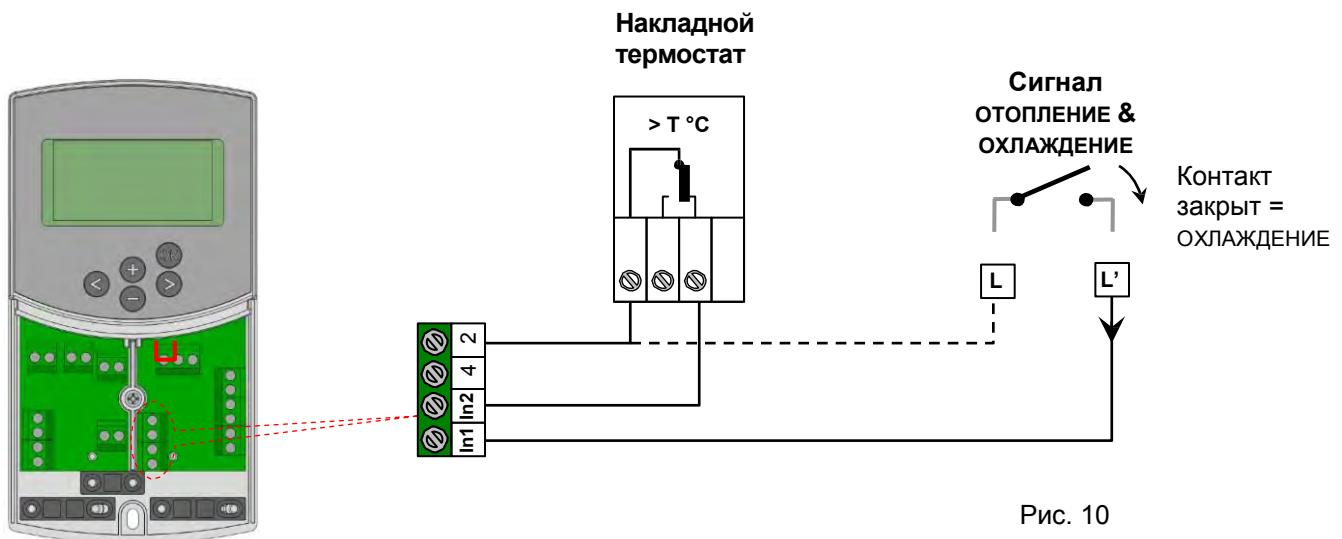

Рис. 10
Вход In1 может работать на прием внешнего переключающего сигнала «ОТОПЛЕНИЕ / ОХЛАЖДЕНИЕ», например от реверсивного теплового насоса (→ Рис.10).
2. Вход In1 можно использовать в системах с приоритетом ГВС. В данном случае насос работающий на отопление будет отключен для того, чтобы зарядки бойлера косвенного нагрева хватило для обеспечения потребностей ГВС. (→ Рис.10)
Вход In2 может работать на прием внешнего переключающего сигнала «ОТОПЛЕНИЕ / ОХЛАЖДЕНИЕ» например от реверсивного теплового насоса. (→ Рис.10)
Вход In1 может работать на прием сигнала от погружного термостата, подключенного к баку-аккумулятору. В режиме ОТОПЛЕНИЕ термостат выключает Насос 1, если температура в бойлере ниже заданного значения. Тем самым происходит предотвращение циркуляции холодной воды отопительных контурах. Использование данной функции рекомендуется при работе с твердотопливными котлами без автоматической зарядки. (→ Рис.10)